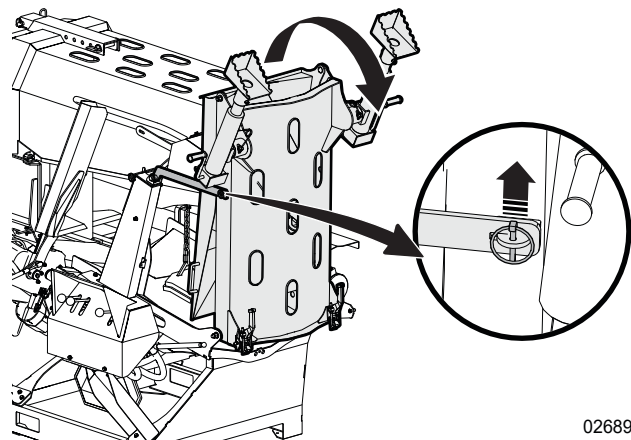

Figure 13—Détachez le loquet de la barre et dépliez les goulottes du chargeur de grumes et d'amenée
2. Tenez la goulotte du chargeur de grumes pour l'empêcher de tomber pendant que vous détachez la barre du loquet (voir *Figure 13*) :